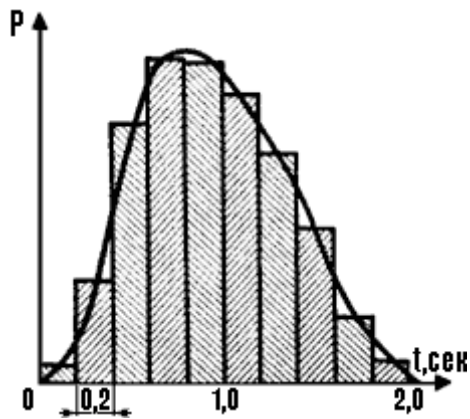

Рис. 1
6. Программа PLT creator для персонального компьютера позволяет получить зависимость силы тяги от времени в наглядном графическом виде (см. Рис. 1), значение суммарного импульса, времени работы двигателя, средней, максимальной силы тяги и другое. Вышеобозначенные технические характеристики используются при проектировании ракеты, для моделирования и составления программы полета.